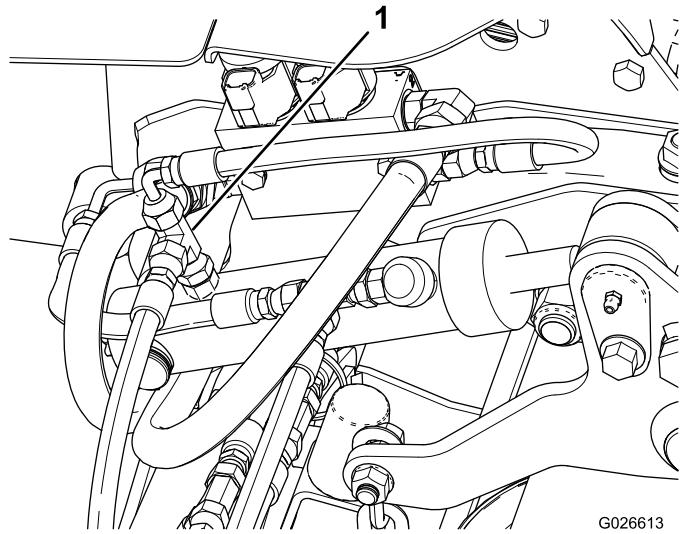

図 12
3. 図 12 のように T 字フィッティングを取り付ける。
4. 字フィッティング上部に既存のホースを取り付ける 図 12。